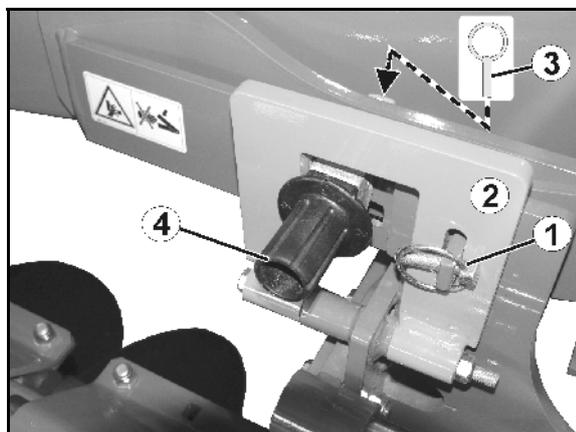

Fig. 41
1. Soltar el pasador clavija del estribo de bloqueo (Fig. 41/1).
2. Plegar el estribo de bloqueo (Fig. 41/2) hacia abajo.
4. Soltar el pasador clavija del bulón excéntrico (Fig. 41/3).
5. Insertar el bulón excéntrico (Fig. 41/4) en la ranura de inserción correspondiente.
1. Soltar los pasadores elásticos del estribo de bloqueo (Fig. 41/1).
3. Soltar el pasador clavija del bulón excéntrico (Fig. 41/3).